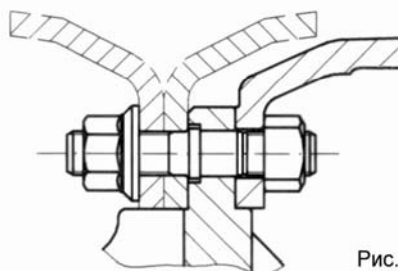

Рис. 15
- (3) Внутренний тормозной барабан, расположение центрального отверстия колеса (Рис. 15)